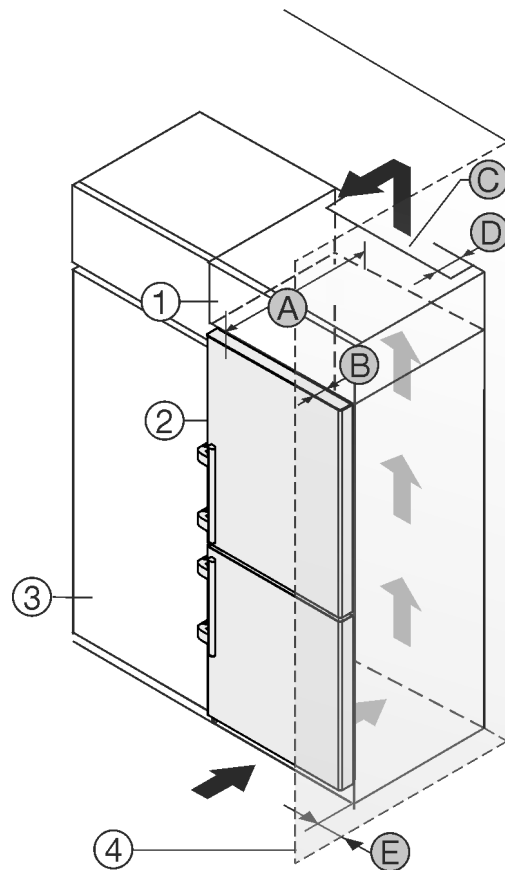

Fig. 2
- (1) Aufsatzschrank*
- (2) Gerät*
- (3) Küchenschrank*
- (4) Wand*
- (A) Gerätetiefe*
- (B) Türtiefe*
- (C) Belüftungsquerschnitt*
- (D) Abstand Geräterückseite*
- (E) Abstand zur Geräteseite*
Gerät direkt neben dem Küchenschrank Fig. 2 (3) aufstellen.*
An der Rückseite des Aufsatzschrankes muss ein Abluftschacht mit der Tiefe Fig. 2 (D) über die gesamte Aufsatzschrankbreite vorhanden sein.*
Unter der Raumdecke muss der Entlüftungsquerschnitt Fig. 2 (C) eingehalten werden.*
Wenn das Gerät mit den Scharnieren neben einer Wand Fig. 2 (4) aufgestellt wird, muss der Abstand zwischen Gerät und Wand mindestens 57 mm betragen. Dies entspricht dem Griffüberstand bei geöffneter Tür.*
Um die Türe vollständig öffnen zu können, muss Gerät um die Türtiefe Fig. 2 (B) gegenüber der Küchenschrankfront vorstehen. Abhängig von der Tiefe der Küchenschränke Fig. 2 (3) und Verwendung von Wandabstandshaltern kann das Gerät weiter herausragen.*